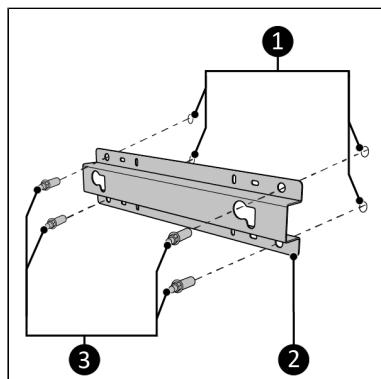

Figure 38.
1. Platzieren Sie die Wandhalterung (Figure 38, Pos. 2) an der Wand und markieren Sie die vier Löcher (Figure 38, Pos. 1). Stellen Sie sicher, dass die Halterung aufrecht steht (siehe Etikett „Diese Seite nach oben“ auf der Halterung).
4. Befestigen Sie die Wandhalterung mit den vier Muttern (Figure 38, Pos. 3) an der Wand.